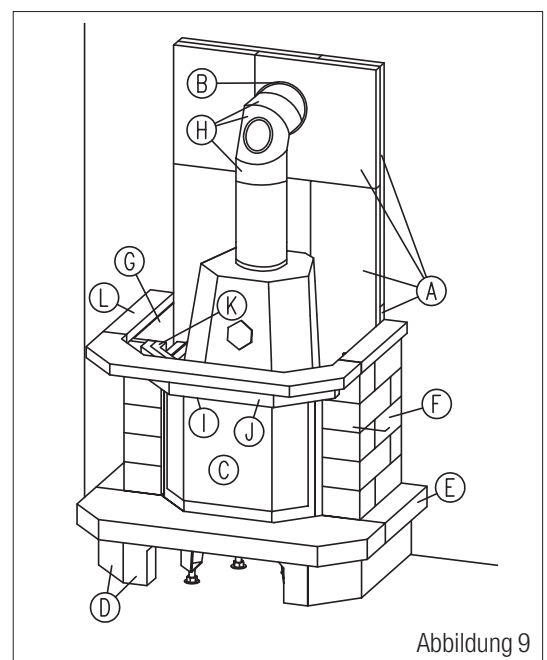

Abbildung 9
- 12.1 Verkleben Sie den Obersims mit dem Sturz und den Seitenteilen. Dazu spritzen Sie eine dünne Wulst Spezialsilikon auf die Oberseiten von Sturz und Seitenteilen. Achten Sie bei dem Auflegen des Obersimses auf einen allseitigen gleichmäßigen Überstand. **(Abb. 9)**